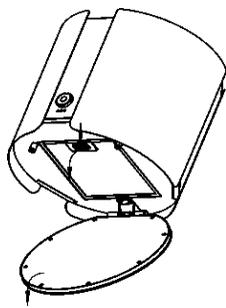

Abb. 27
- Öffnen Sie die Leuchtplatte und entfernen Sie die Filter, wie in Abb. 27 gezeigt.